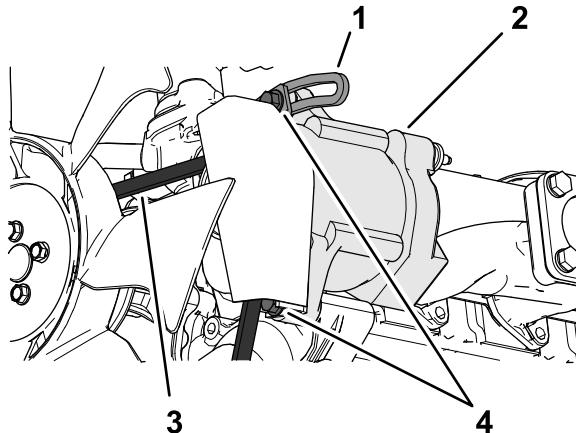

Figura 93
3. Afloje el perno del punto de pivot del alternador; afloje el perno que fija el alternador al tirante ranurado (Figura 93).